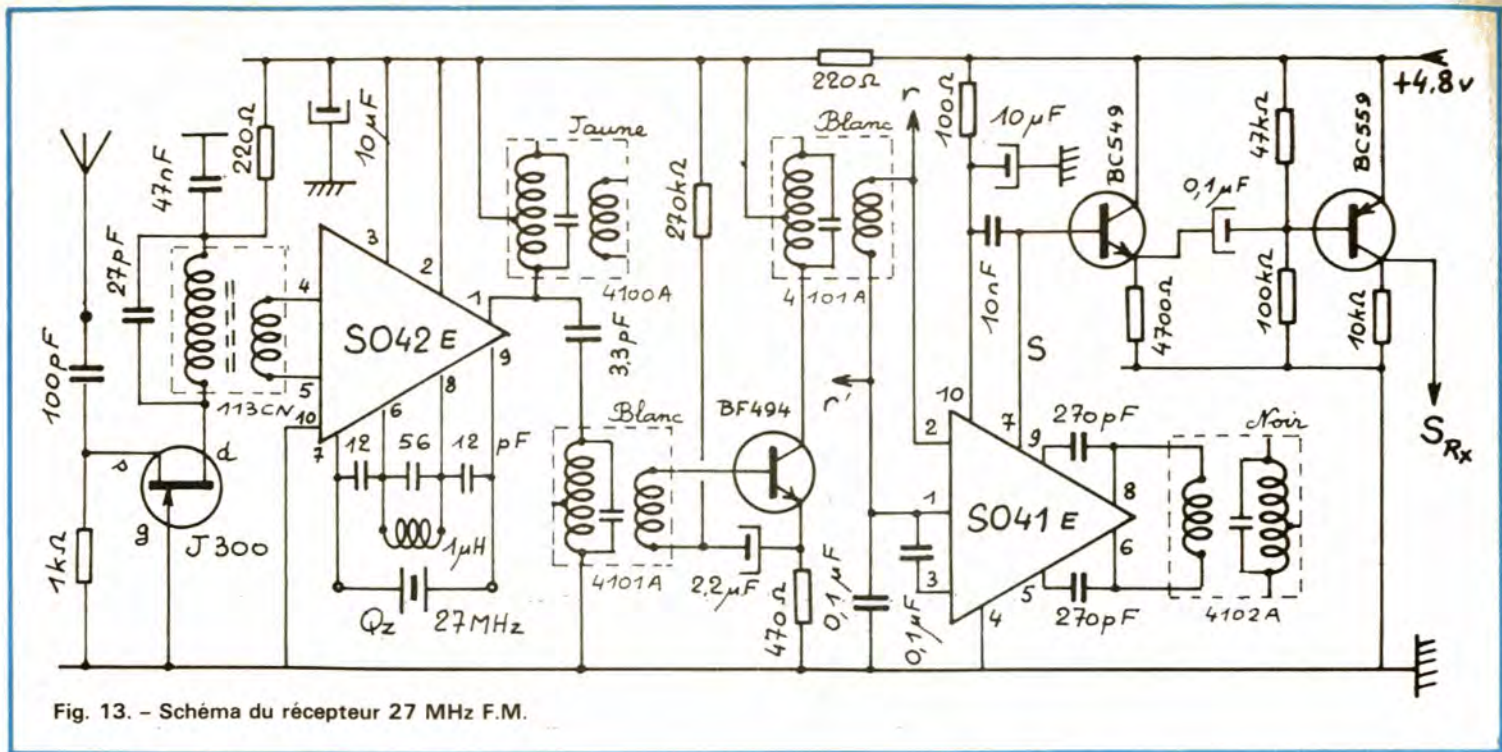

Fig. 13. - Schéma du récepteur 27 MHz F.M.
1. Le schéma du récepteur Voir figure 13